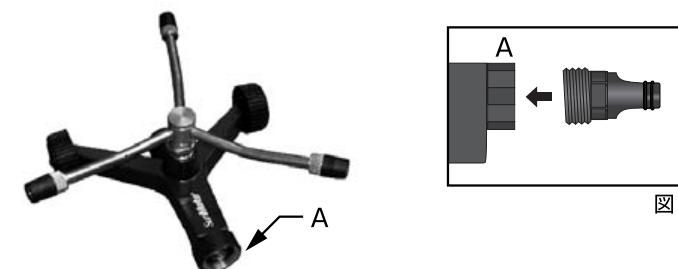

図1
- スプリンクラーのA部分に、貼付のJ2004オスねじクイックコネクターをつけます。(図1)